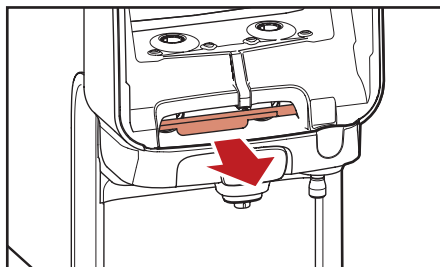

Fig. 5.3 - Tirez sur la barre de déverrouillage rouge.
3. Tirez sur la barre de déverrouillage rouge pour ouvrir le compartiment des buses (fig. 5.3).
- a. Tirez sur la barre de déverrouillage rouge pour ouvrir le compartiment des buses (fig. 5.3).